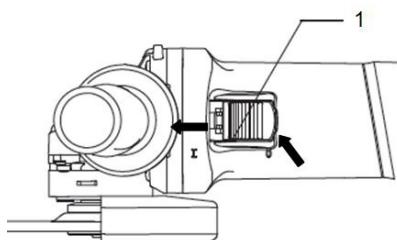

Рис. 7
**Внимание!** Перед подключением инструмента к электросети, всегда проверяйте, что выключатель инструмента (поз. 1, рис. 7) работает надлежащим образом и возвращается в положение "ВЫКЛ" при нажатии на его заднюю часть. При включении инструмента в сеть выключатель должен находиться в положение «0 (ВЫКЛ)».
Для запуска инструмента переведите выключатель в положение "I (ВКЛ)" (Рис. 7). Для непрерывной эксплуатации, нажмите на переднюю часть ползункового переключателя, чтобы заблокировать его.